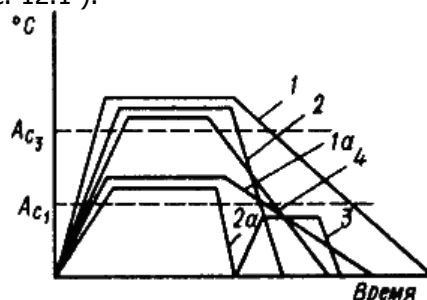

Рис.12.1. Графики различных видов термообработки: отжига (1, 1а), заковки (2, 2а), отпуска (3), нормализации (4)
Термическая обработка представляет собой совокупность операций нагрева, выдержки и охлаждения, выполняемых в определенной последовательности при определенных режимах, с целью изменения внутреннего строения сплава и получения нужных свойств (представляется в виде графика в осях температура – время, см. рис. 12.1).
Характеризуется нагревом до температур выше критических и очень медленным охлаждением, как правило, вместе с печью (рис. 12.1 (1, 1а)).
Характеризуется нагревом до температур выше критических и высокими скоростями охлаждения (рис. 12.1 (2, 2а)).
Характеризуется нагревом до температуры ниже критической A_1 (рис. 12.1 (3)). Скорость охлаждения роли не играет. Происходят превращения, уменьшающие степень неравновесности структуры закаленной стали.